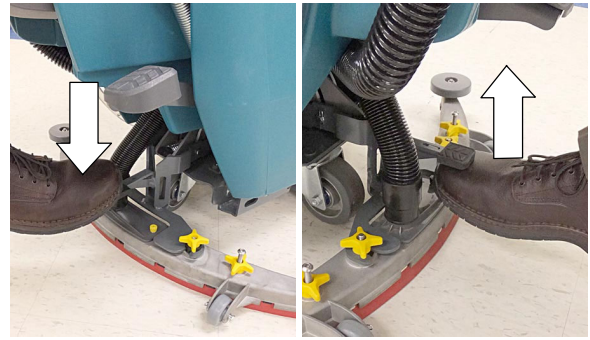

ABB. 68
5. Senken Sie die Wischgummi- Einheit auf den Boden ab, indem Sie laut Abbildung auf das Fußpedal treten (Abbildung 68). Um die Wischgummi- Einheit anzuheben, stellen Sie den Zeh unter das Fußpedal und heben es an. Der Vakuummotor startet, wenn die Wischgummi- Einheit abgesenkt ist.